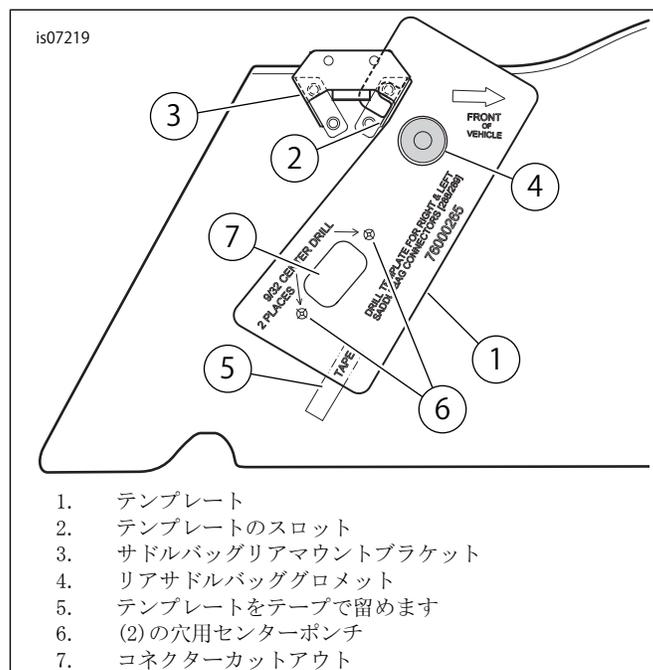

図2. 12ウェイパネルマウントコネクター用のサドルバッグの穴開け
2. 「図2」を参照してください。テンプレート(1)のスロット(2)をサドルバッグリアマウントブラケット(3)に引っかけます。テンプレートの穴をリアグロメット(4)に合わせます。(5)に示されているとおりにテンプレートをテープで留めます。